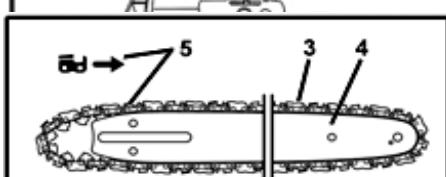

Рис. 2
- Разместите пильную цепь (3, Рис.2) на шине (4, Рис.2).
- Уложите звенья цепи на зубья звездочки (7, Рис.3) и установите шину (4, Рис.2) так, чтобы расположенные перед и позади крепящего болта (B, Рис.4) водила шины (A, Рис.4) попали в продольное отверстие шины (7, Рис.3).